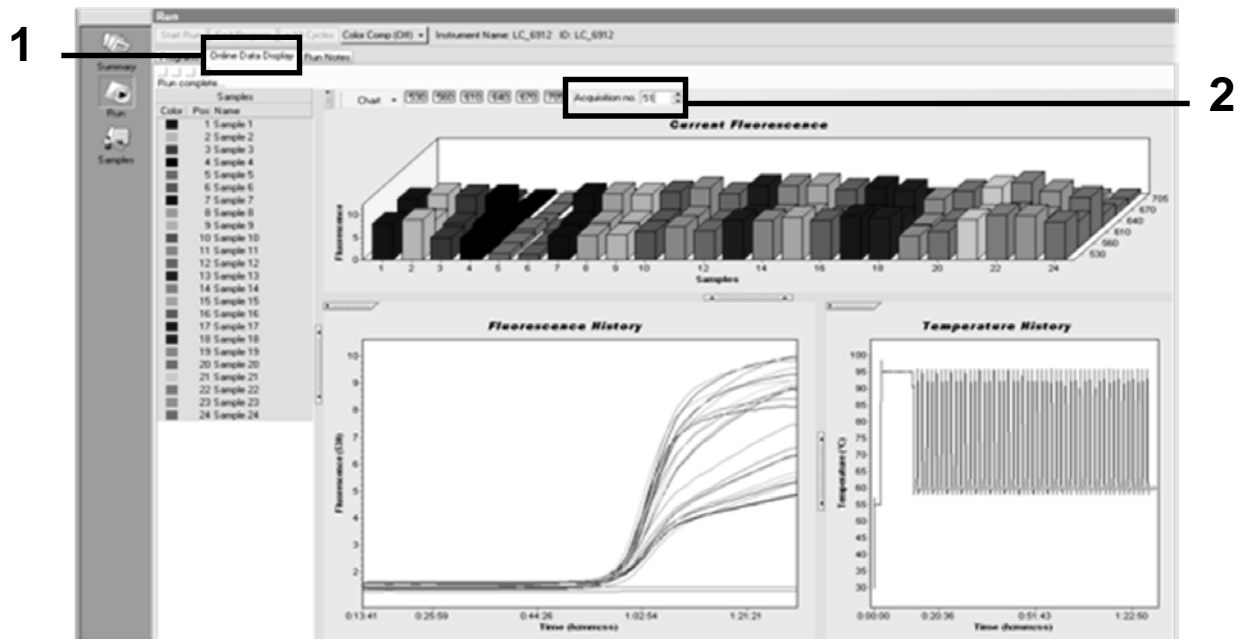

Ilustración 29. Resultados e historial de "Online Data Display" (Pantalla de datos en línea).
11. Cuando acabe la serie de amplificación, haga clic en la pestaña "Online Data Display" (Pantalla de datos en línea) (ilustración 29). Abra el menú de visualización situado en la parte superior izquierda de la ventana "Current Fluorescence" (Fluorescencia actual) y escriba 51 en "Acquisition no." (N.º de adquisición).